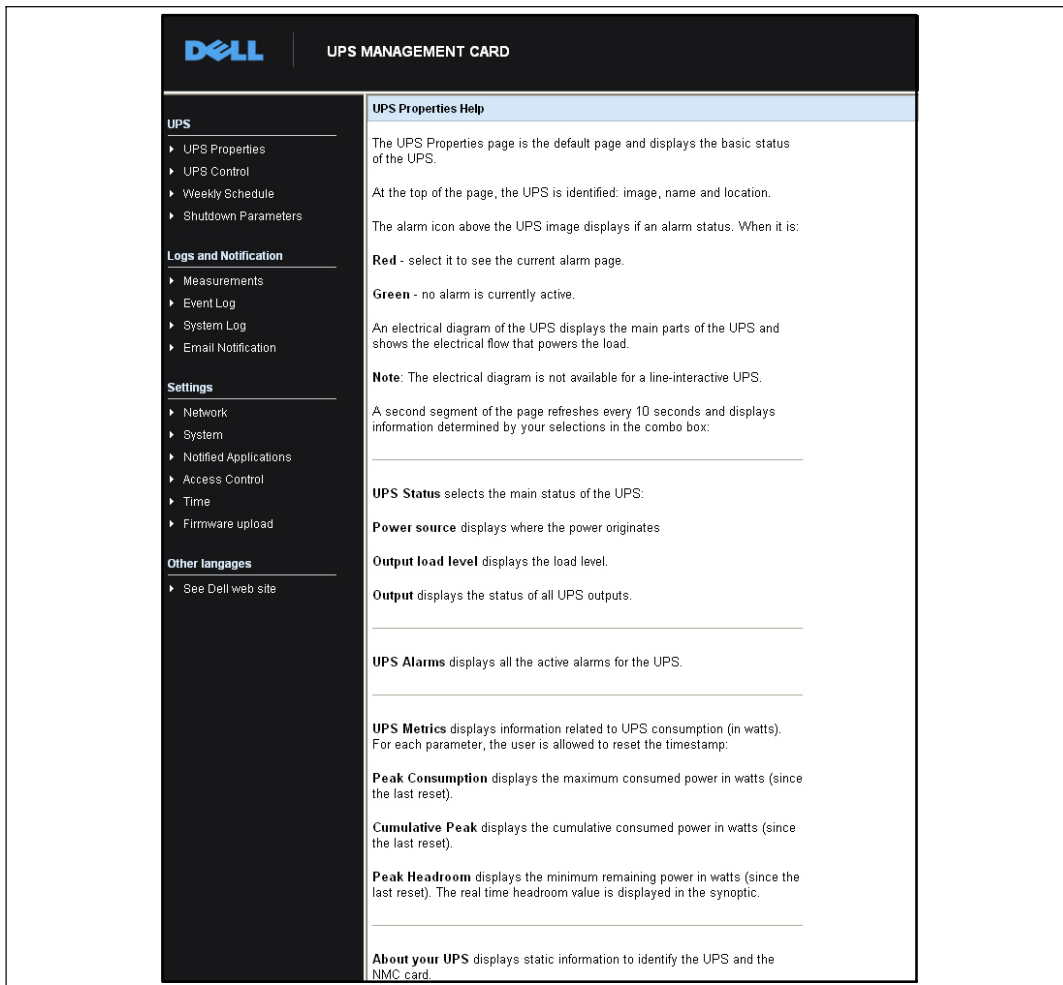

Abbildung 15. Beispiel für Onlinehilfe
- 1 Klicken Sie auf **Hilfe**. Die Hilfe-Seite wird angezeigt (siehe Abbildung 15).